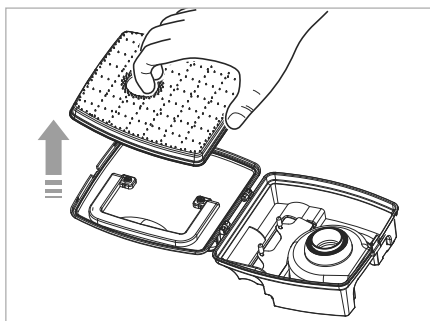

Fig. 10
- 3) Tire del filtro EPA **9** para retirarlo de la tapa del depósito de polvo **14** (consulte la fig. 10).